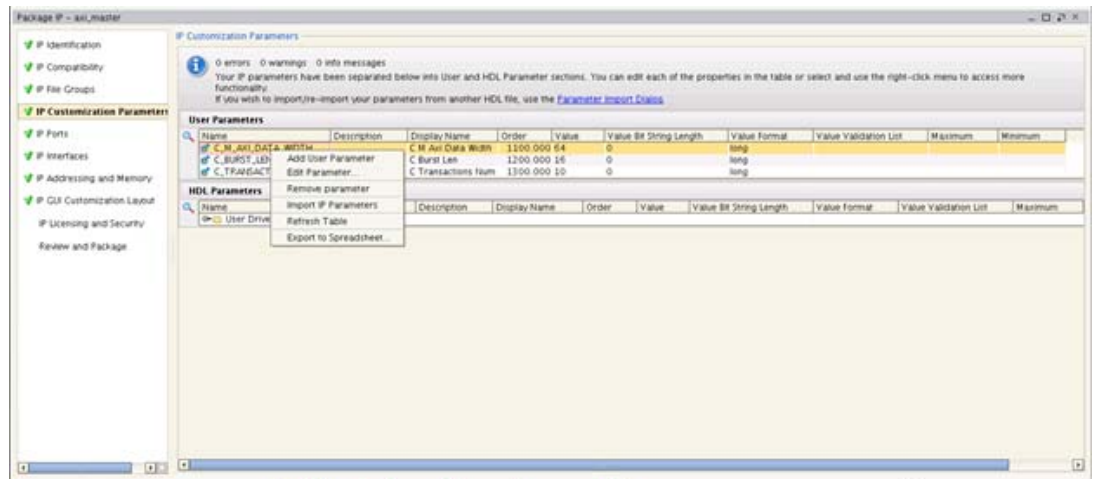

図 19 : AXI4 マスター IP の [IP Customization Parameters] ページ、C_M_AXI_DATA_WIDTH
2. 表内で C_M_AXI_DATA_WIDTH の値をクリックします。右クリックして [Edit Parameter] を選択します (図 19)。